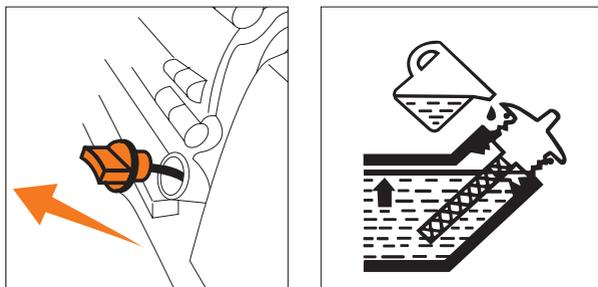

Рис. 15
- Отверните крышку маслоналивной горловины (Рис. 15) из картера двигателя, достаньте щуп.
- Если уровень масла меньше нижней линии (L) на щупе, долейте масло до верхней линии (H) в картер двигателя через маслоналивную горловину.